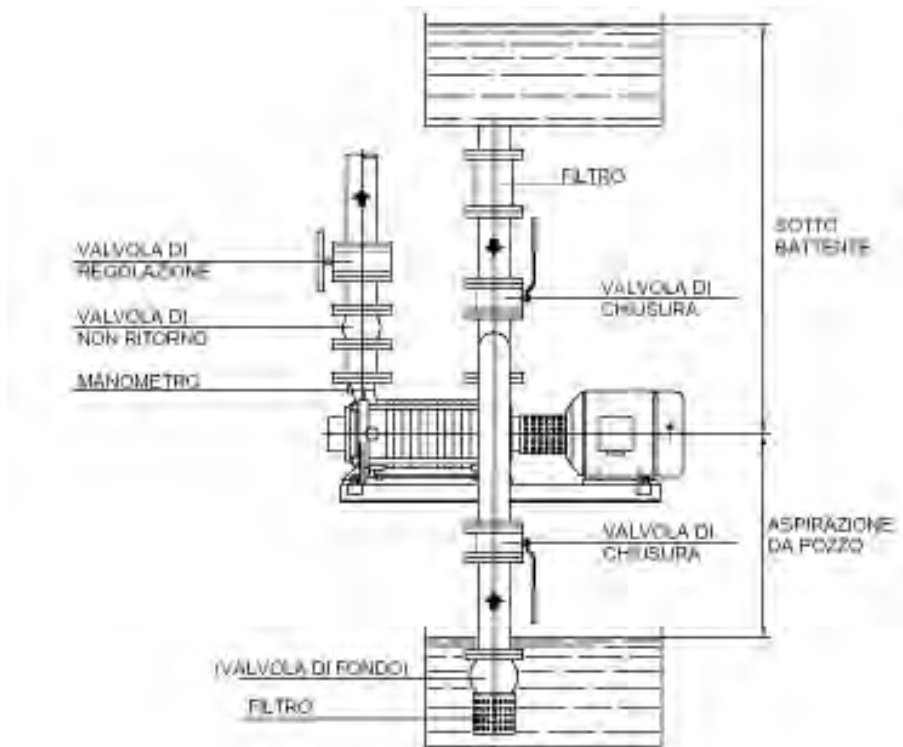

Fig. 17
3.3.1 - Tubazione di aspirazione (vedere la fig. 17)
3.2.2 - Tubazione di mandata (vedere la fig. 17)